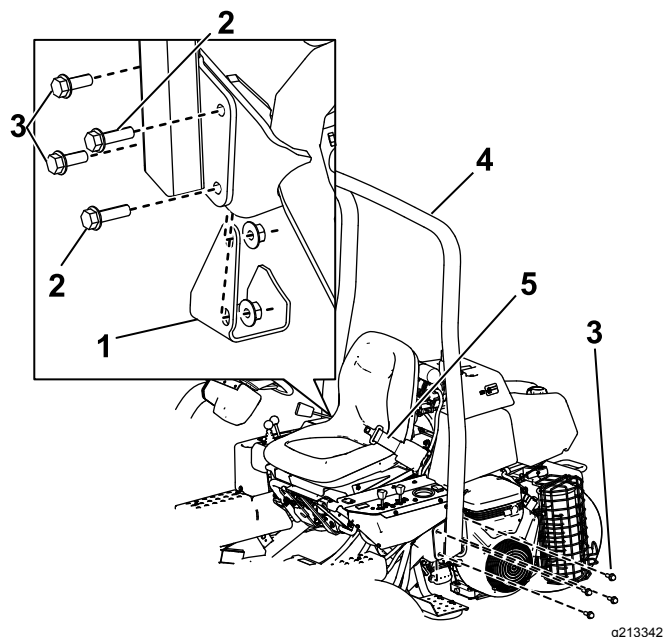

Figura 6
2. Baixe a barra de segurança (Figura 6) para os suportes de montagem, alinhando os furos de montagem.
3. Prenda o lado esquerdo da barra de segurança ao suporte de montagem com quatro parafusos (½ pol. x 1¼ pol.) e porcas de bloqueio (Figura 6).
(½ pol. x 1½ pol.), dois parafusos (½ pol. x 1¼ pol.) e porcas de bloqueio como se mostra na Figura 6.